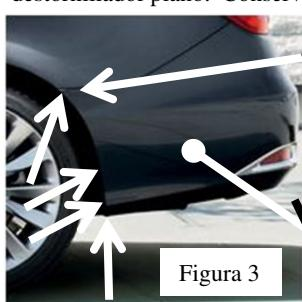

Figura 3
- Retire (4) tornillos de la placa protectora en el receptáculo de la rueda. Ambos lados. Uno en la parte inferior de la placa protectora, dos detrás de la rueda, y uno directamente arriba detrás de la placa protectora del parachoques hacia los puntos de conexión del panel lateral. Ver Figura 3. Debido a la variación de los vehículos o a accesorios alternativos o adicionales los accesorios podrían no estar incluidos, verifique que todos los tornillos se retiren antes de quitar la placa protectora.